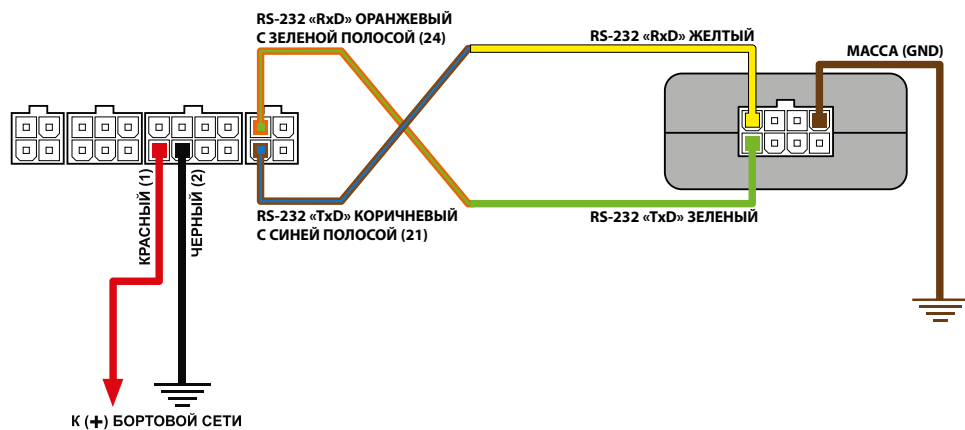

Рис.9. Подключение адаптера CANFMS-3 к контроллеру АвтоГРАФ.
- Подключить адаптер CANFMS-3 к устройству АвтоГРАФ. Желтый провод устройства CANFMS-3 (кабель HOSTFMS3) должен быть подключен к оранжевому проводу с зеленой полосой устройства АвтоГРАФ, а зеленый провод устройства CANFMS-3 (кабель HOSTFMS3) должен быть подключен к коричневому проводу с синей полосой устройства АвтоГРАФ (см. рис. 9). Коричневый провод адаптера CANFMS-3 (кабель HOSTFMS3) должен быть подключен к «массе» ТС либо к «массе» устройства АвтоГРАФ, см. рис. 9. На Рис.9 приведена схема подключения адаптера к бортовому контроллеру АвтоГРАФ-GSM.